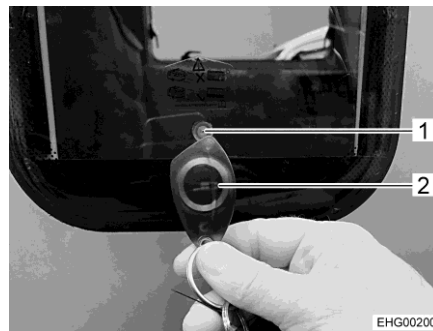

Bild 51 RFID-Chip
- Håll RFID-chippet (Bild 51,2) utanför sensorn (Bild 51,1) i fönstrets nedre del.
- ▷ Om bodelsdörren är låst eller upplåst via RFID-chippet lyser en lysdiod kort på sensorn (Bild 51,1).